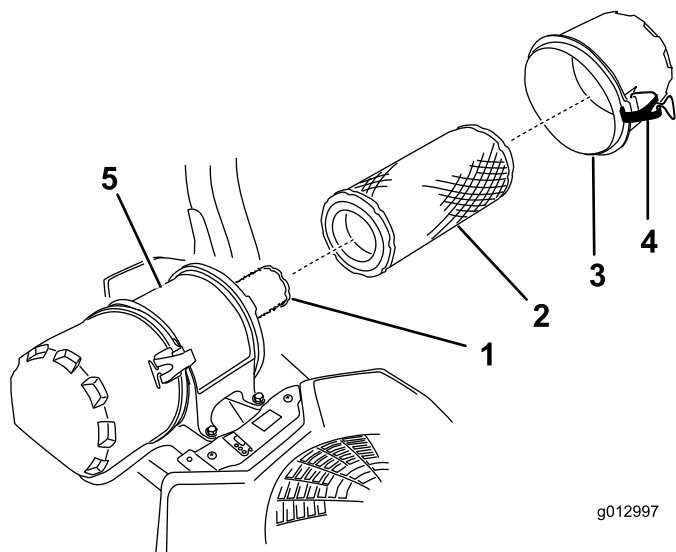

Figura 48
6. Abra los cierres del limpiador de aire y tire de la tapa de la entrada de aire para separarla de la carcasa del limpiador de aire (Figura 48).
8. Extraiga con cuidado el filtro primario de la carcasa del limpiador de aire (Figura 48).
2. Si va a cambiar el filtro interno, deslícelo cuidadosamente en el cuerpo del filtro (Figura 48).
3. Deslice cuidadosamente el filtro primario por encima del filtro interno (Figura 48).
4. Instale la tapa del limpiador de aire y fije los cierres (Figura 48).